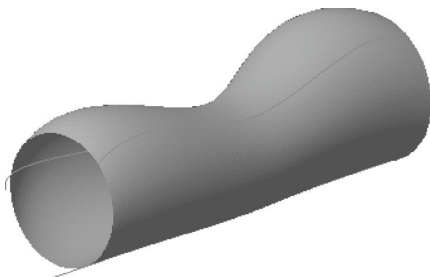

图 9-40 创建可变截面扫描曲面
STEP 06 单击“关闭”面板中的“确定”按钮, 完成截面绘制并退出草绘环境。单击“完成”按钮, 即可创建可变截面扫描曲面, 效果如图 9-40 所示。